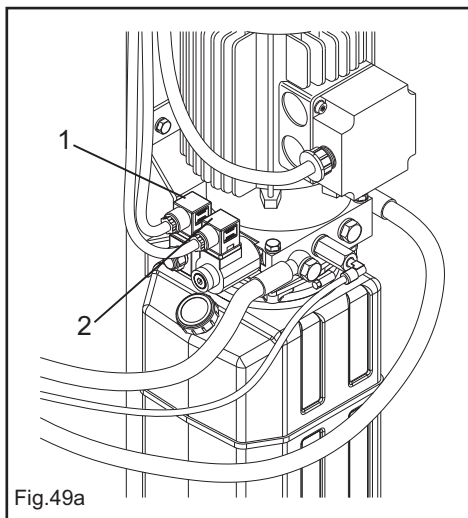

Fig.49a
- 0-7 va collegato all'elettrovalvola di discesa (1 Fig. 49a).
- 0-31 va collegato all'elettrovalvola di deviazione (2 Fig. 49a).
- 0-7 il va relié à l'électrovanne de descente (1 Fig. 49a).
- 0-31 il va relié à l'électrovanne de déviation (2 Fig. 49a).